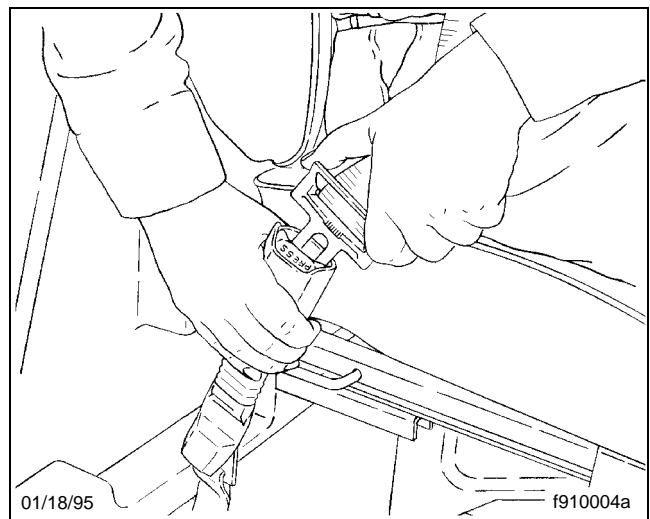

Fig. 5.17, Verrouillage de la ceinture de sécurité à trois points
2. Attachez la ceinture à trois points en poussant la ferrure dans la boucle jusqu'à ce qu'elles se verrouillent. Consultez la **Fig. 5.17**. Tirez sur la boucle. Si la boucle se défait, répétez cette étape. Si le problème persiste, faites remplacer la ceinture à trois points.